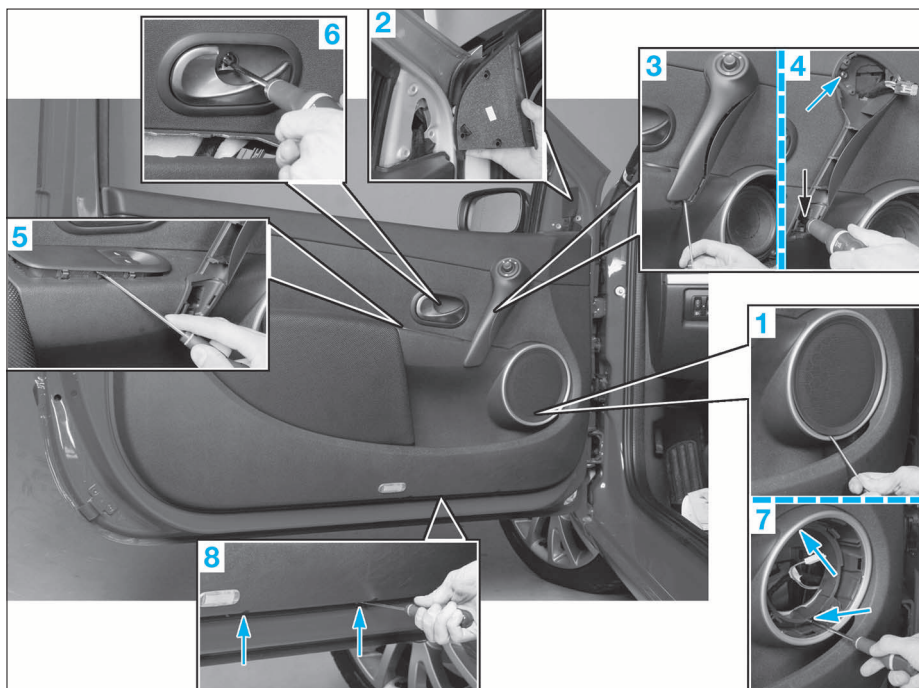

FIG. 64
- Déposer la grille (1) puis le haut-parleur avant (Fig.64).
- Déclipser l'enjoliveur (2) de rétroviseur extérieur.
- Déclipser l'enjoliveur (3) de poignée.
- Déposer les vis (4).
- Extraire la platine de commande (5).
- Déposer les vis (6), (7) et (8).